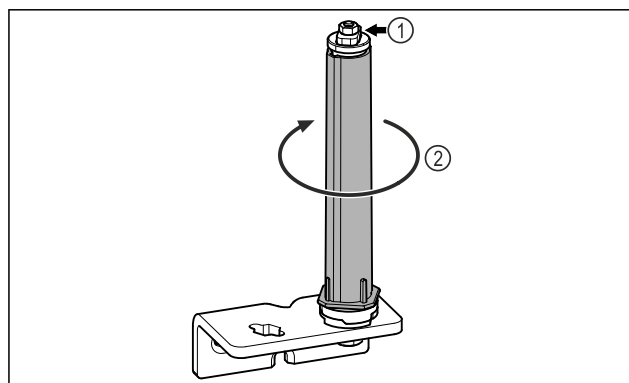

Fig. 23
- No desmontar el sistema de cierre de puertas Fig. 23 (1).
- Girar el sistema de cierre Fig. 23 (2) hasta que haga clic.